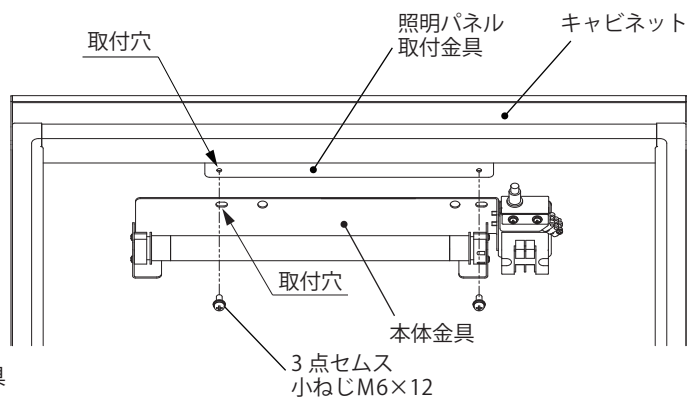

図 10
3. キャビネットの照明パネル取付金具に、本体金具の取付穴を利用して、付属の3点セムス小ねじ M6×12 (2か所) にて取り付けてください。(図 10)